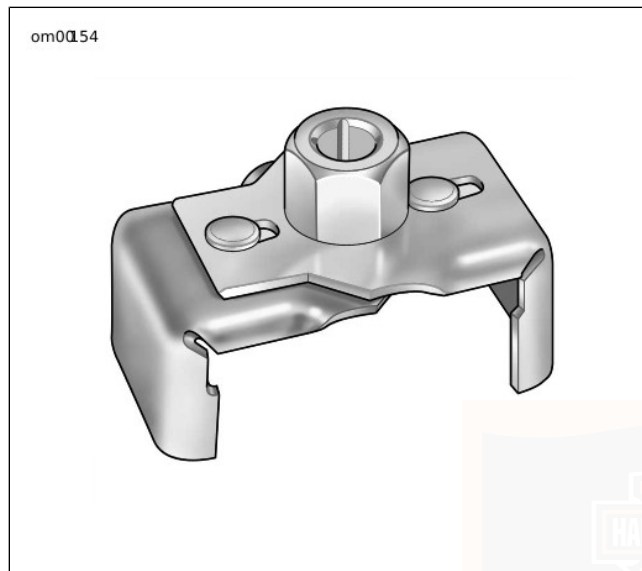

Figure 48. Clé à filtre à huile (HD-42311)
5. Voir Figure 48. Retirer le filtre à huile à l'aide de la OIL FILTER WRENCH (CLÉ À FILTRE À HUILE) (N° DE PIÈCE : HD-42311) ou la OIL FILTER WRENCH (CLÉ À FILTRE À HUILE) (N° DE PIÈCE : HD-44067-A) et autres outils. Ne pas utiliser d'outils à air comprimé.